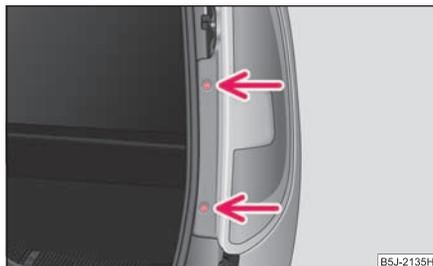

Fig. 212 Desmontar la unidad de luces traseras
- Destornillar las luces ⇒ fig. 212.
- Enroscar la lámpara ⇒ página 234, fig. 212.